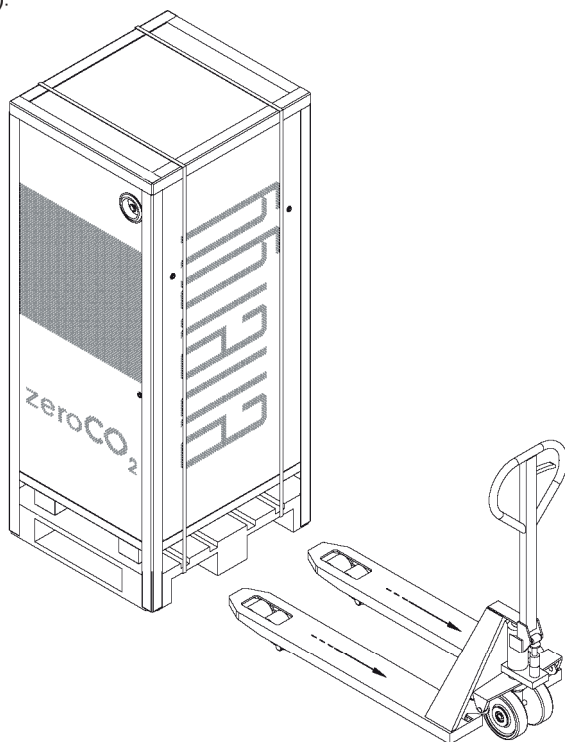

Fig. 4.3
2. Posizionare l'imballo vicino all'area di installazione e sfilare le forche del transpallet (Fig. 4.3).